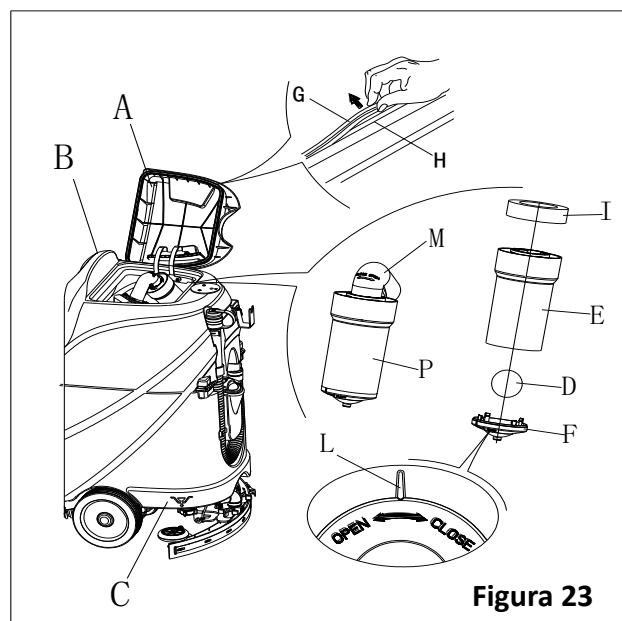

Figura 23
2. Assegure-se que a máquina está desligada e que a chave de ignição (40) foi retirada.
3. Gire a tampa do tanque de recuperação (A, Figura 23) para a posição 90 graus até conseguir tirar, e retire o filtro de flutuação (P) do tanque.
4. Limpe a tampa do tanque de recuperação (A), o tanque de água (C) e o suporte do filtro (E). Esvazie o tanque de recuperação através da mangueira de drenagem (15).
5. Se necessário, siga os símbolos "OPEN" e "CLOSE" como mostrado na Figura 23 para abrir a tampa inferior (F) do filtro de flutuação. Limpe a bola (D), suporte do filtro (E) e esponja do filtro (I). Depois de limpar, fixe a bola (D) no suporte do filtro (E) e alinhe a ranhura (L) da tampa inferior (F) do filtro com a ranhura (L) do suporte do filtro (E). Aparafuse a tampa inferior do filtro de flutuação, e fixe a esponja do filtro (I) no suporte do filtro (E). Finalmente, ligue-o à mangueira de sucção de esgoto (M).
7. Verifique se a superfície de contacto do selamento (G) está intacta e se o selamento é suficiente. Se necessário, retire o selamento da ranhura (H) e substitua. Monte o selamento como mostrado na Figura 23, a junção deve regressar à área do meio.
8. Feche a tampa do tanque de recuperação (A).